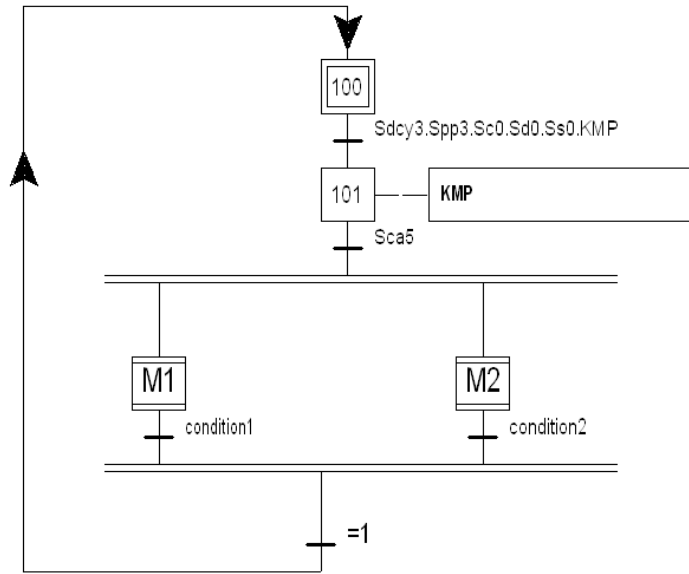

Figure 2
- 2) Le Grafcet précédent peut être représenté comme le montre la Figure 2.